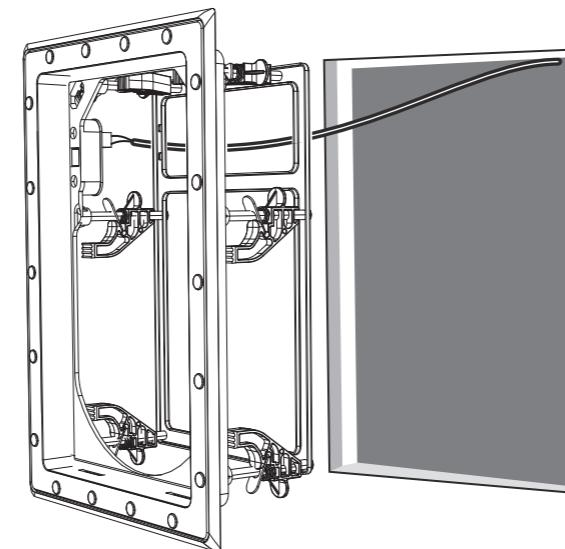

図 8. フレームを壁に取り付ける
1. スピーカーの配線を引っ掛けたり挟んだりしないように注意しながら、フレームを壁の開口部に押し込みます(図 8)。